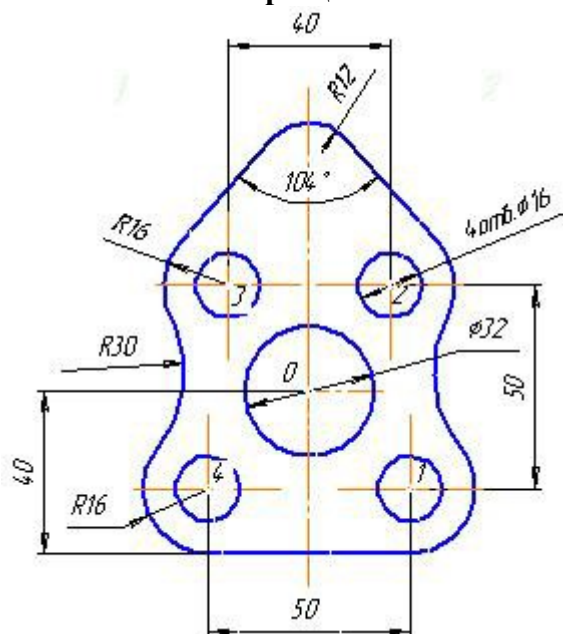

Рис.1
4.1. Построение чертежа плоского контура по заданным размерам в соответствии с образцом Рис.1.